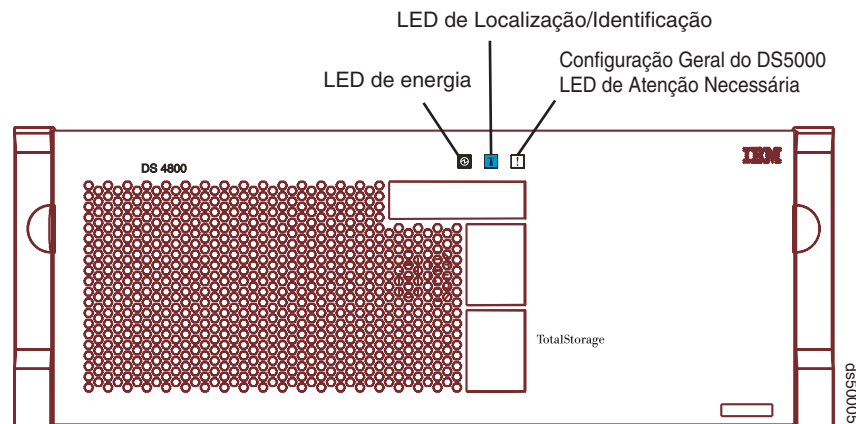

Figura 118. LED de Atenção Necessária Geral da Configuração no Painel Frontal do DS5100 e DS5300
1. Localize a unidade de interconexão de baterias com falha verificando o LED de Atenção Necessária Geral da Configuração no painel frontal do subsistema de armazenamento (A Figura 118 mostra o local do LED de Atenção Necessária Geral da Configuração no painel frontal).